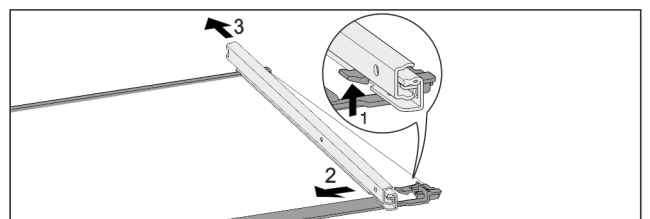

Fig. 84 Placa de vidrio con guías
- ▶ Presione hacia arriba el gancho de retención delantero. *Fig. 84 (1)*
- ▶ Retire la guía extraíble hacia un lado *Fig. 84 (2)* y hacia atrás *Fig. 84 (3)*.